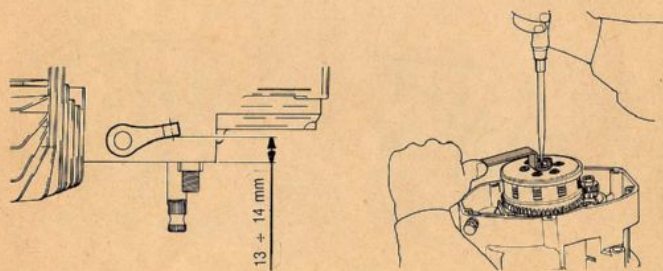

FIG. 48 Registrazione frizione
- 16) LA CORRETTA registrazione della frizione si ha quando la distanza tra piano del carter e leva di comando in posizione d'inizio lavoro è di 13 ± 14 mm (fig. 48). Per ottenere tale condizione agire sul registro posto sul disco terminale usando l'apposita chiave (cod. 05.0352.0).